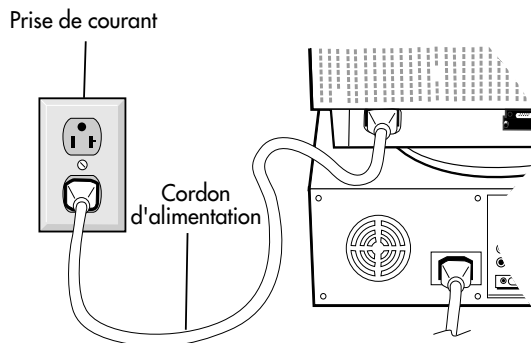

Figure C.1
5. Connecter une extrémité du cordon d'alimentation au moniteur MultiSync et l'autre extrémité à la prise de courant (Figure C.1).